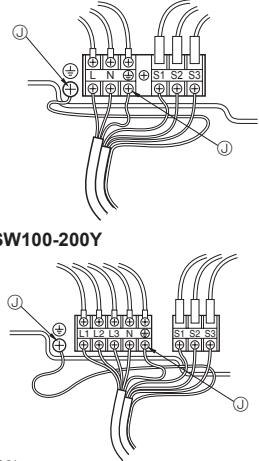

Fig. 7-2
7.1. Buitenapparaat (Fig. 7-1, Fig. 7-2)